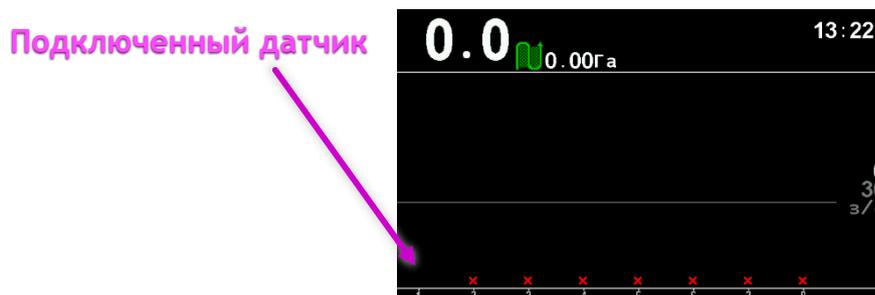

РИСУНОК 50
3. Находясь на главном экране (см. «Рисунок 50») нужно открыть главное меню нажатием кнопки  «Меню».